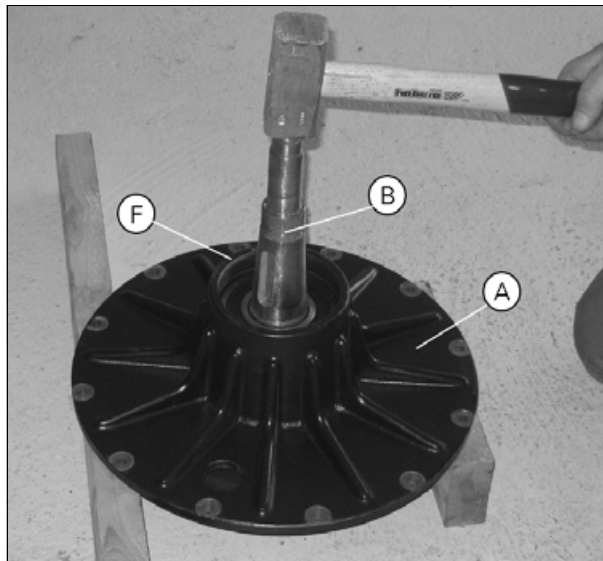

Рис. 3.
3. Выверните болты (С) и замените диск муфты (D).
4. Установите вал с подшипниками в корпус подшипника. Обязательно установите уплотняющее кольцо (F) *рис. 3* в корпус подшипника.